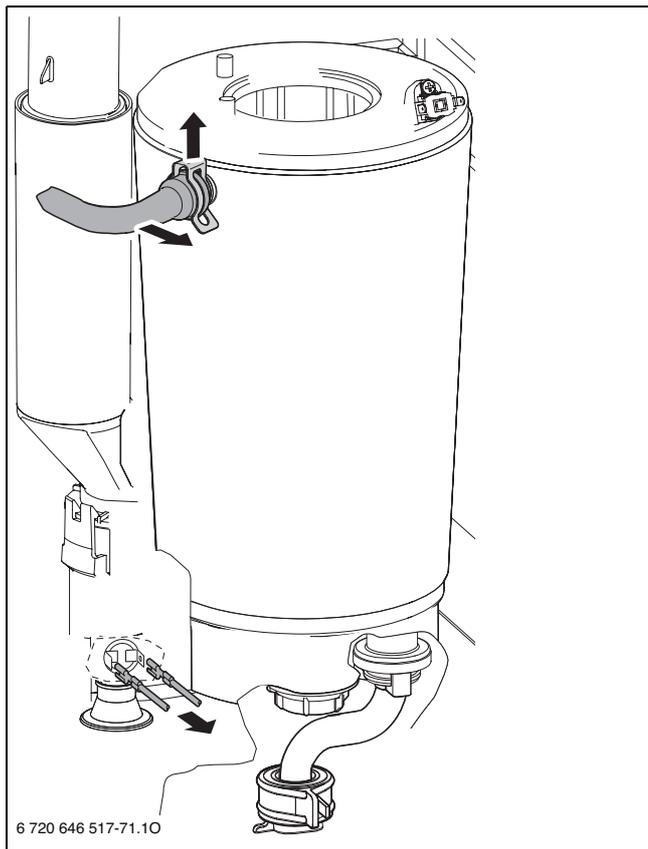

Fig. 118
- ▶ Smontare il tubo di mandata (→fig. 118).